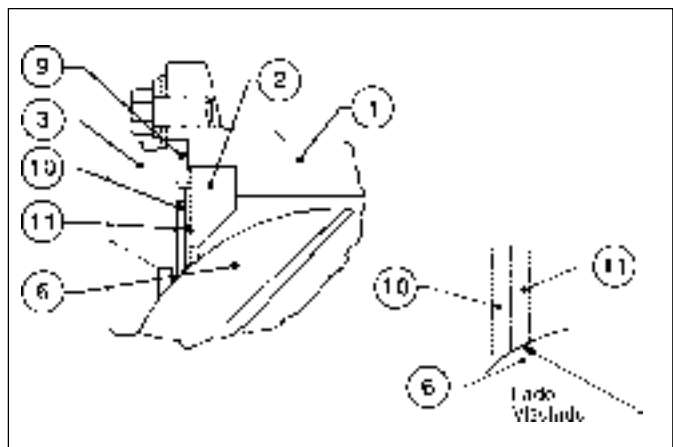

Figura 8: Ensamble Típico del Sello
- Con el obturador (6) en posición de cierre, instale el asiento metálico (11) con el borde biselado del I.D. hacia el obturador (6); una nota esta "grabada" en el lado del asiento metálico (11) "TOWARD PLUG". Coloque el empaque del sello de retención (9) contra la cara del cuerpo (1) y el asiento metálico (11). Coloque el asiento blando (10) contra la cara del obturador (6). Vea la Figura 8 para detalles del ensamble.